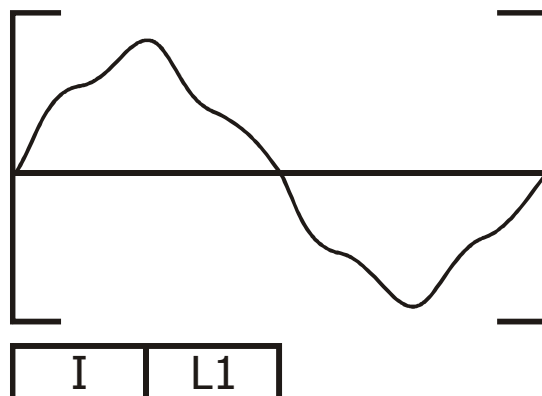

Рис. 33
3. Выберите пункт **Графики** и нажмите «Enter». На дисплей будет выведен график формы сетевого напряжения (рис. 33):